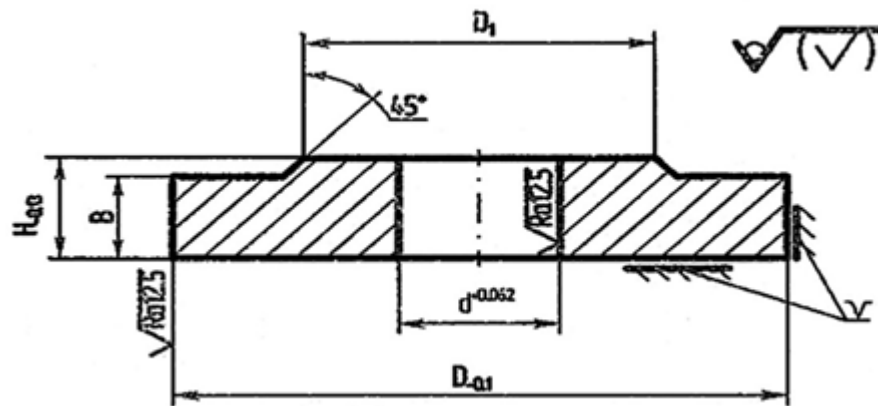

Рисунок 1 – Эскиз детали « Фланец»
1. Выполнить эскиз фланца (см. рисунок 1) по размерам, соответствующим вашему варианту (см. таблицу).